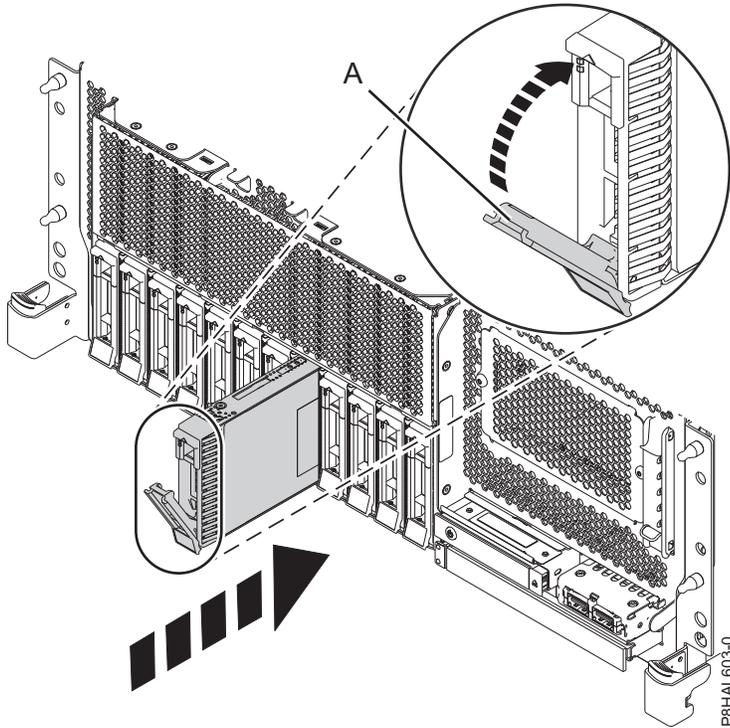

Abbildung 125. Plattenlaufwerk in einem Einschubsystem mit Basisfunktionen austauschen
4. Entriegeln Sie den Griff (**A**) des Laufwerks, indem Sie ihn zusammendrücken und zu sich hin nach außen ziehen. Wird der Griff nicht ganz nach außen gezogen, lässt sich das Laufwerk nicht in das System einschieben. Siehe Abb. 125 auf Seite 140, Abb. 126 auf Seite 140, Abb. 127 auf Seite 141 und Abb. 128 auf Seite 142.
8. Wenn die Kennzeichnungs-LED blinkt, schieben Sie das Laufwerk ganz in den Steckplatz ein und drücken den Griff des Laufwerks (**A**) ein, bis er einrastet. Siehe Abb. 125 auf Seite 140, Abb. 126 auf Seite 140, Abb. 127 auf Seite 141 und Abb. 128 auf Seite 142.